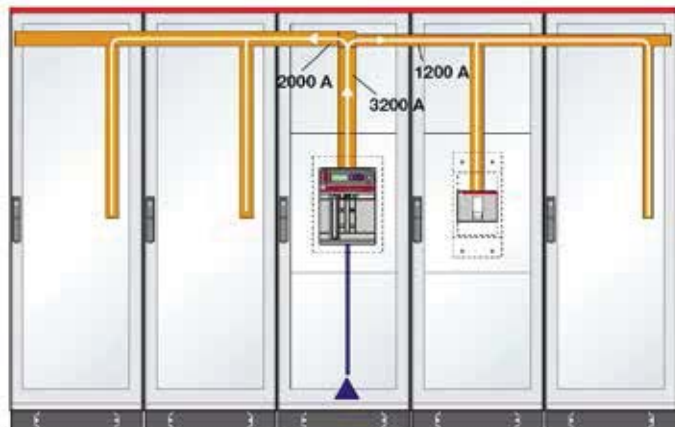

Рис. 1.6. Оптимальное расположение вводной панели
- Если секция отходящих линий состоит из нескольких панелей (и в некоторых из них установлены аппараты с относительно высоким значением номинального тока), то следует, если это возможно, располагать вводную панель посередине секции. В примере, изображенном на рис. 1.6, сечение сборных шин может быть уменьшено и рассчитано